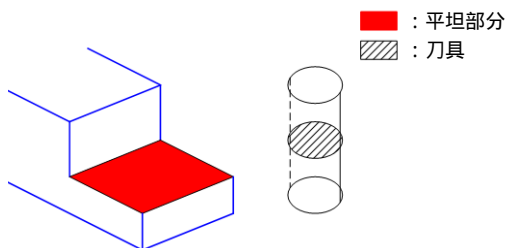

图 7-54 平坦部面积系数
- 【平坦部面积系数】: 根据输入的平坦部面积系数 (刀具截面积系数), 设定是否在平坦部分生成轨迹, 如图 7-54 所示。比较刀具的截面积和平坦部分的面积, 满足下列条件时, 生成平坦部分的轨迹。平坦部分面积 > 刀具截面积 × 平坦部面积系数 (刀具截面积系数)。